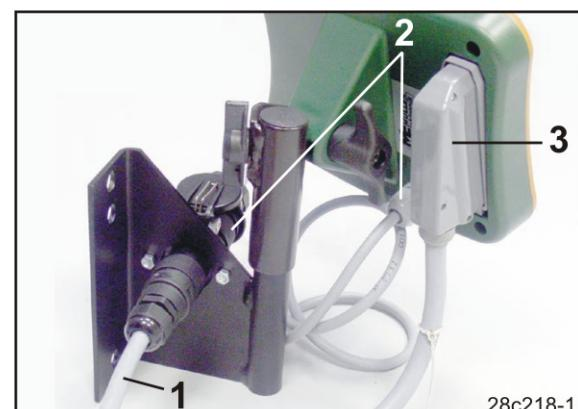

Fig. 69
2. Kabl za napajanje strujom (Fig. 69/1) ubaciti u konzolu i uključiti u 12V priključnicu šlepara.
3. Konzolu i terminal povezati kablom za napajanje (Fig. 69/2).
4. Kabl sa utikačem za mašinu (Fig. 69/3) sprovesti u kabinu šlepera i utikač za mašinu uključiti u terminal.